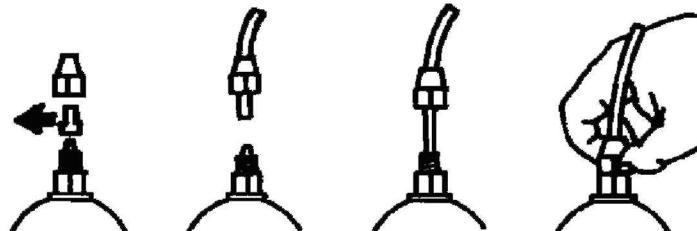

Рис. 7
- e. С двух штуцеров снять защитные колпачки, на соединители натянуть шланги, толкая их прямо к месту посадки, а затем - зафиксировать их подходящими гайками для трубок. (Рис. 7)